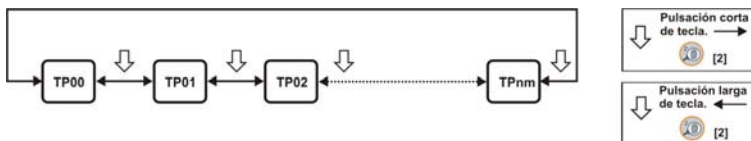

Figura 12.- Rotación de los puntos de detección activos.
- 2.- La tecla  [2] permite cambiar de forma secuencial el punto de detección mostrado en pantalla (Figura 12.-). Para seleccionar un determinado punto de detección, pulse de nuevo esta tecla hasta que en pantalla se muestre el punto deseado. Cada vez que se realiza una pulsación corta de esta tecla se avanza al siguiente punto de Medida. Si la pulsación es larga (1s) se retrocede al anterior punto de Medida. Si se desea volver al Punto de Medida